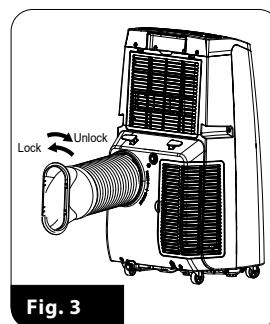

Fig. 3
- Sett monteringsringen (17) inn i luftuttaket (11) og vri ringen forsiktig mot klokken (fig. 3)